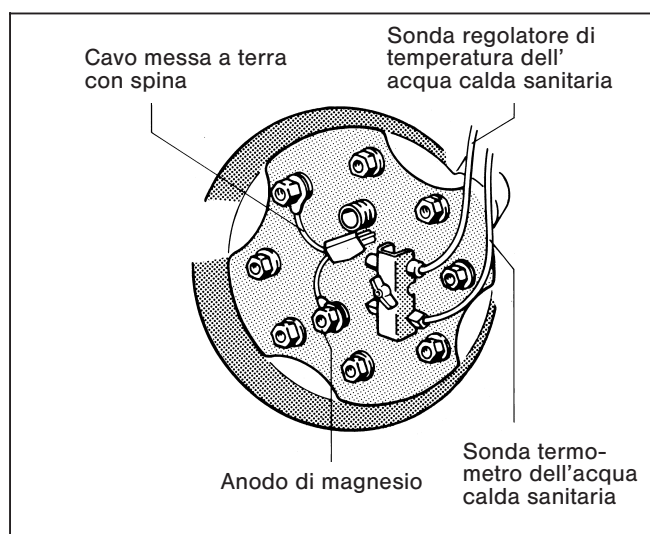

Fig. 14
- Ricollegare l'asola del cavo di terra e rimettere i bulloni (Fig. 14).